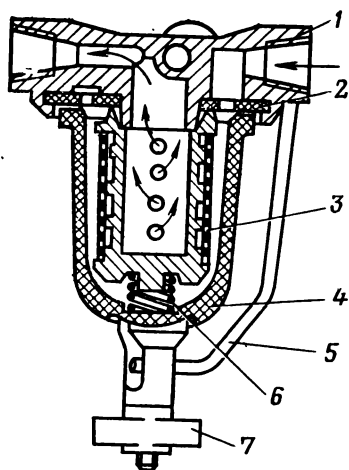

Рис. 22. Фильтр тонкой очистки топлива:
**Фильтр тонкой очистки топлива** (рис. 22) установлен между топливным насосом и карбюратором. Фильтрующий элемент изготовлен из сетки.